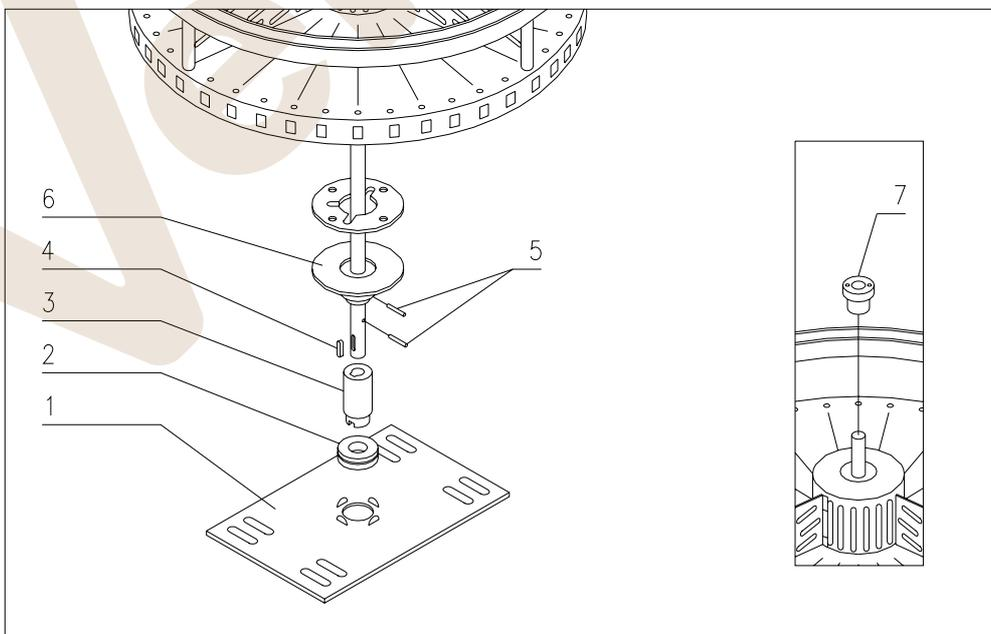

FIG. 15
9.6 PROCEDIMIENTO PARA LA EXTRACCIÓN DE LA COLUMNA DE DISCOS FIJOS FIG. 15
- 6) Desatornillar la plancha porta cojinete y quitar todo (part.1-2-3 FIG. 15). Marcar unos puntos de referencia alrededor de la plancha para luego colocar todo nuevamente en la posición original.
- 7) Mover la columna hacia el fondo de la máquina para que el eje de la misma salga del casquillo de plástico (part. 7 FIG. 15)
- 9) Quitar la chaveta (part. 4 FIG. 15), las espigas (part. 5 FIG. 15) que fijan los casquillos de arrastre (part. 6 FIG. 15) y sacar los discos.